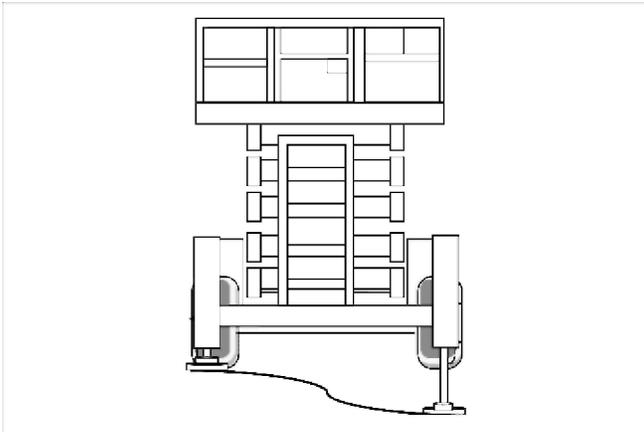

Abbildung 8.18
5. Drücken Sie die **Steuerknüppel-Steuereinheit 3** (siehe Abbildung 8.18) langsam nach vor oder ziehen Sie sie langsam nach hinten, je nachdem, ob Sie vorwärts oder rückwärts fahren wollen. Je weiter Sie den Steuerknüppel bewegen, desto schneller bewegt sich die S3970RT / S3370RT / S2770RT.